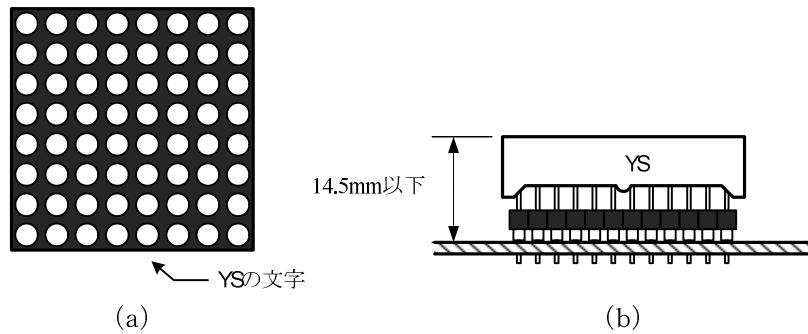

図 20 マトリクス LED の差し込み方
- ⑰ マトリクス LED (LED2) は、図 20(a)のように側面に印刷された文字 (YS) がプリント基板下側になる向きにシングルラインソケットに挿入する。LED 上面の高さは、図 20(b)に示すようにプリント基板から 14.5mm 以下とする。LED の保護フィルムは、剥がさないこと。なお、マトリクス LED の端子の成形は、競技前日に行うことができる。